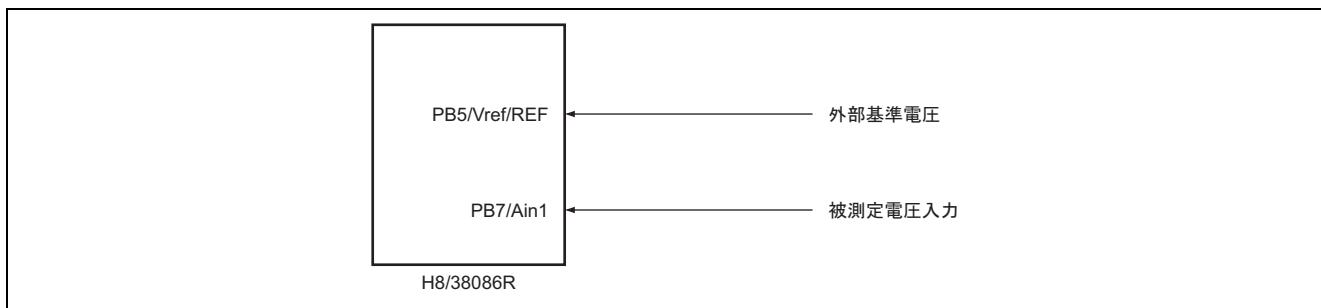

図1 ΣA/Dコンバータによる電圧測定(外部基準電圧使用)
- 図1に示すように、H8/38086RのΣA/Dコンバータを使用して、Ain1端子に入力した電圧測定を行います。